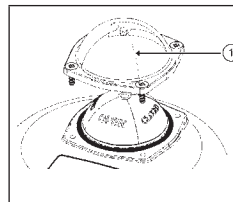

Fig. 11 : Démontage du hublot plastique
- Retirez le hublot de plastique de l'indicateur de position 1, y compris la bague d'étanchéité, en desserrant les quatre vis de fixation (voir « Fig. 11 »).